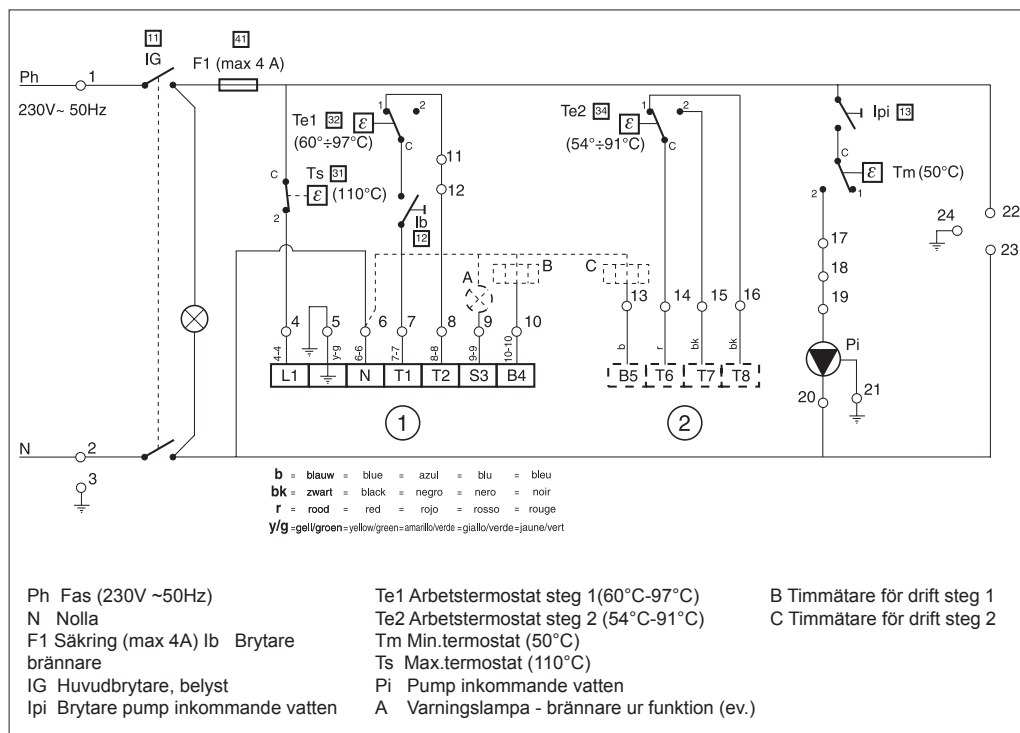
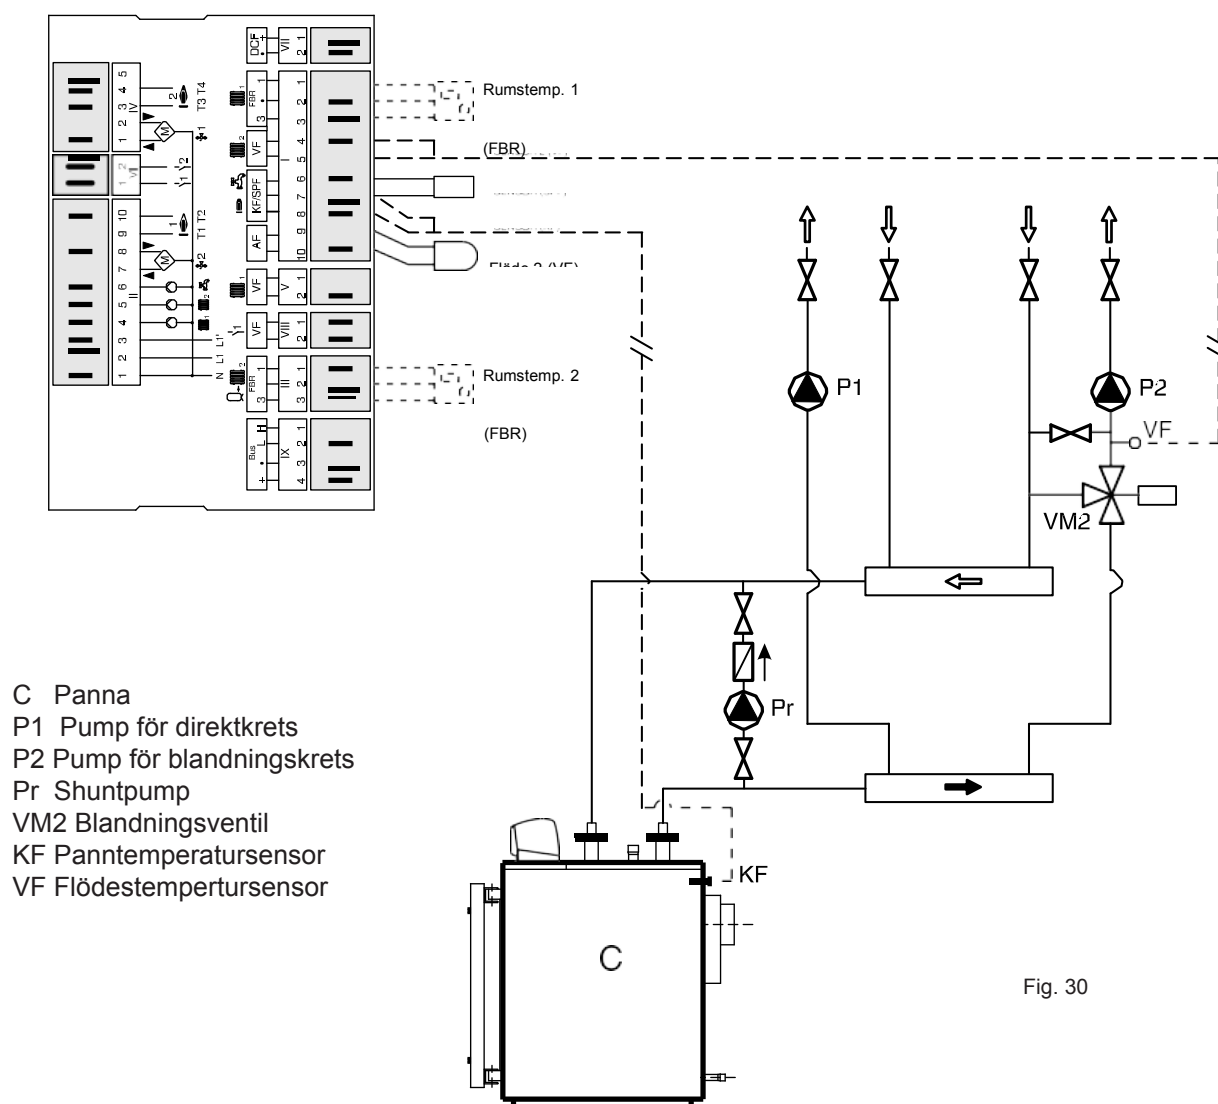

Fig. 29
Fig. 30
Kontrollpanelen är utrustad med brännarkabel med PG 11-förskruvning (2) samt 7-polig kontakt (3), se elschema fig. 30 och 30. Vid montering av kontrollpanelen skall brännarkabelns ledare dras genom kabelgenomföringen och anslutas till kontrollpanelens kopplingsplint, se elschema fig. 29.
I fig. 30 visas typinstallation av panna i centralvärmesystem med två värmekretsar, av vilka en är försedd med motoriserad blandningsventil. Båda kretsarna styrs av en digital reglerenhet.
Den elektriska inkopplingen av värmepumparna och blandningsventilens motor skall ske strikt enligt kopplingsschema fig. 29. Temperatursensorerna ansluts enligt kopplingsschema fig. 30.
För att garantera cirkulation genom pannan i blandningsventilens alla lägen (fig. 30) är det lämpligt att montera en shuntpump "Pr". Shuntpumpen skall ha samma kapacitet som cirkulationspumpen, eller minst 50%, samt uppföringshöjd 1 m vp.